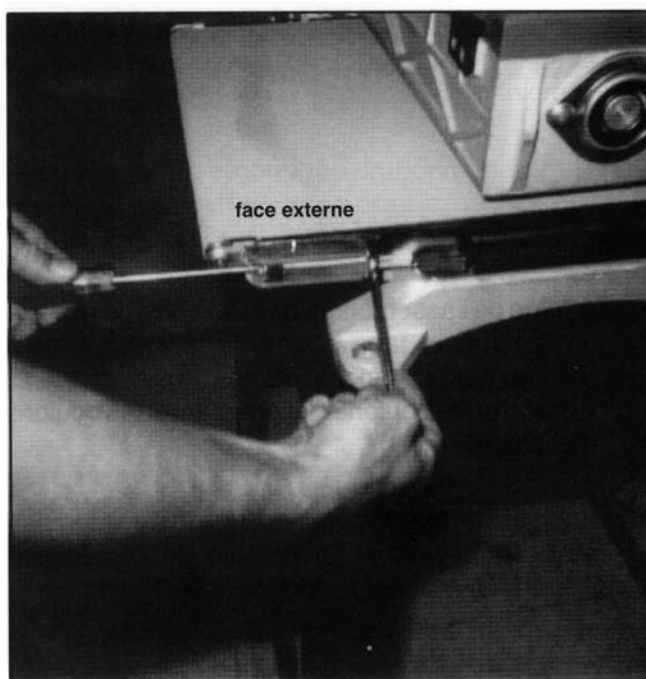

Figure 15
2. Pour resserrer la tension, vous devez faire tourner la vis de réglage du centrage dans le sens des aiguilles d'une montre tout en maintenant l'écrou en place à l'aide d'une clé à vis ouverte de 7/16" (non fournie). Pour relâcher la tension, faites tourner la vis de réglage du centrage dans le sens opposé aux aiguilles d'une montre tout en maintenant l'écrou avec la clé à vis (voir figure 15).